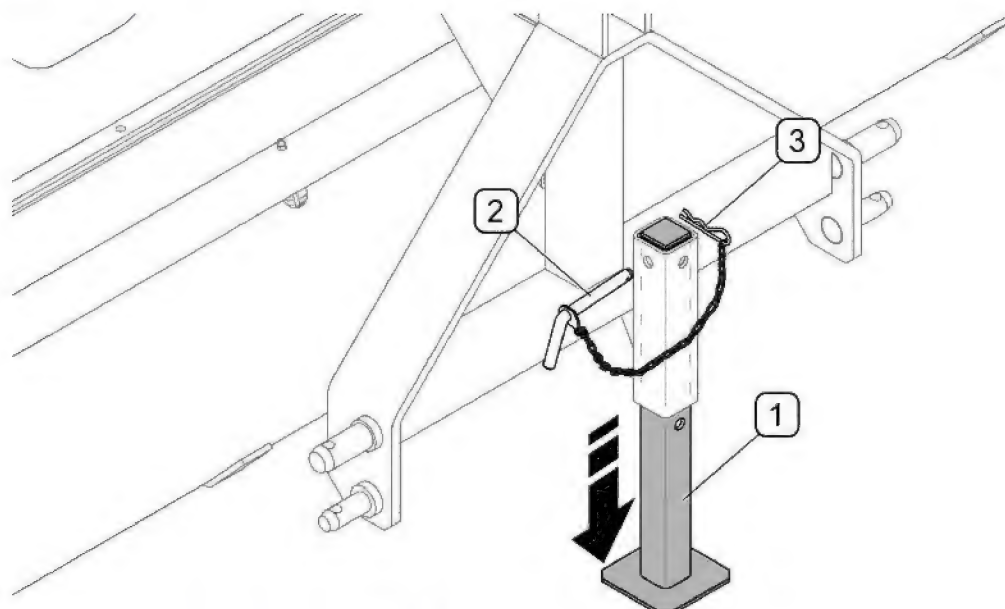

FIGURE 4.12A SUPPORT DE PARKING
- Abaisser le support de parking (FIGURE 4.12A) et l'ajuster à la hauteur désirée